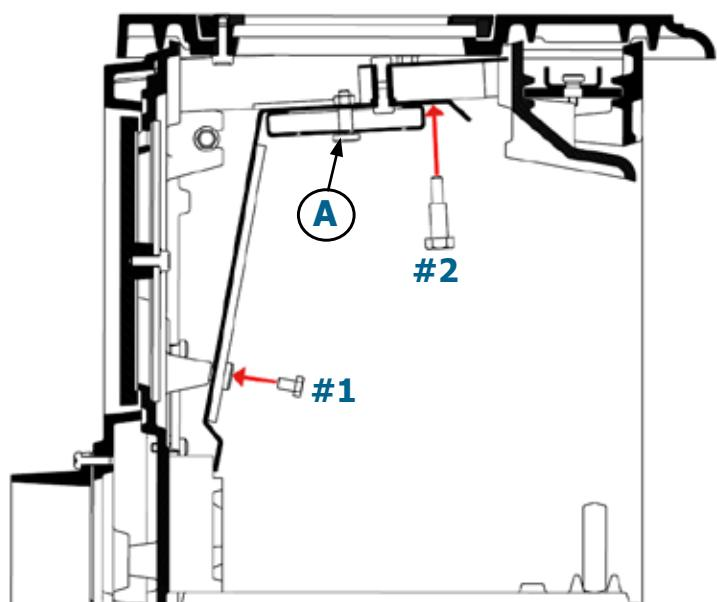

Figura 6 - Rimontaggio dello schermo di fumo
2.11. Rimontaggio dello schermo di fumo (figura 6 e 7)